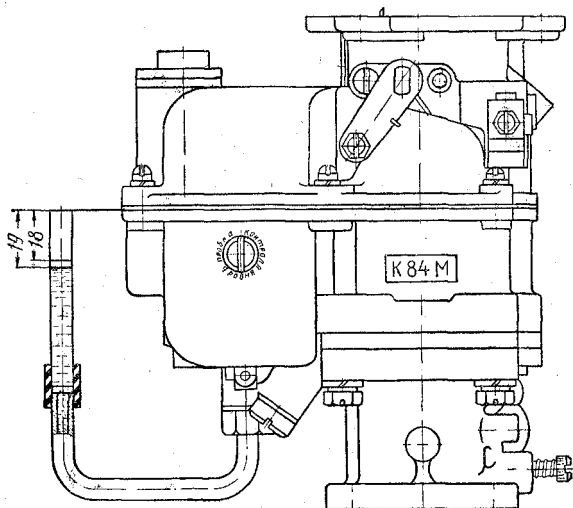

Рис. 29. Проверка уровня топлива в поплавковой камере карбюратора с помощью стеклянной трубки
2. Необходимо отвернуть пробку, закрывающую колодец клапана экономайзера с механическим приводом, и на ее место вернуть переходник, заканчивающийся стеклянной трубкой с нанесенными на ней двумя рисками, указывающими пределы колебания уровня топлива (рис. 29). Для получения необходимого уровня топлива в поплавковой камере допускается подгибка кронштейна поплавка.